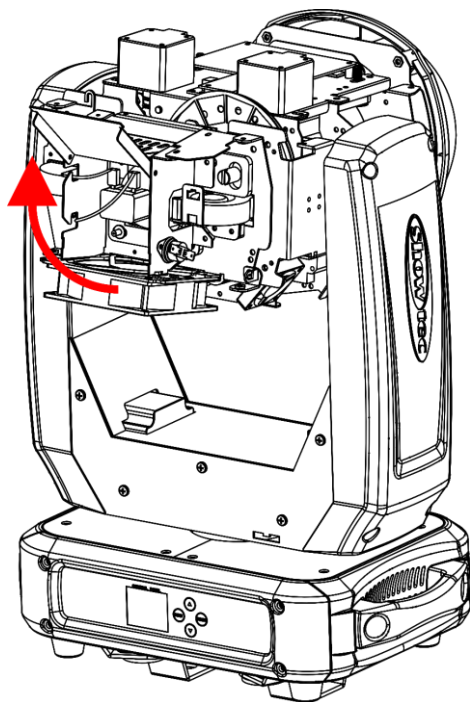

Fig. 19
- 03) Abra el alojamiento para la lámpara (Fig. 19).